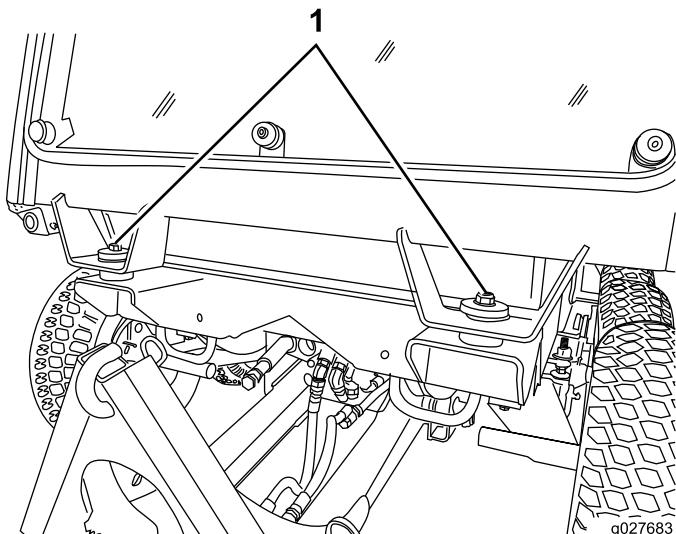
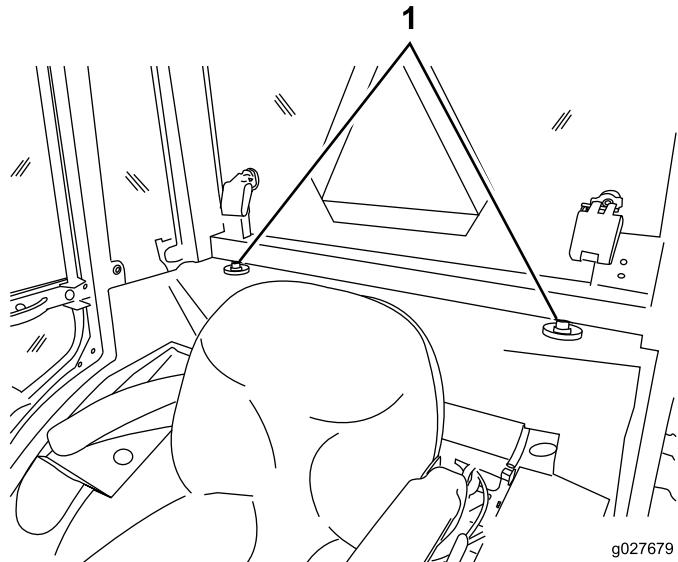

Рисунок 63
Рисунок 64
5. Определите положение передней и задней точек крепления на кабине (Рисунок 63 и Рисунок 64).